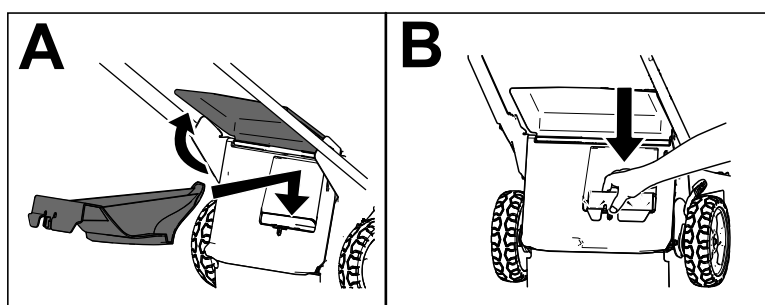

Figura 17
**Importante:** Verificate che il coperchio posteriore sia montato. Per bloccare il coperchio, sollevate il deflettore posteriore (A della Figura 17), e premete con decisione il coperchio verso il basso finché non scatta in posizione (B della Figura 17).